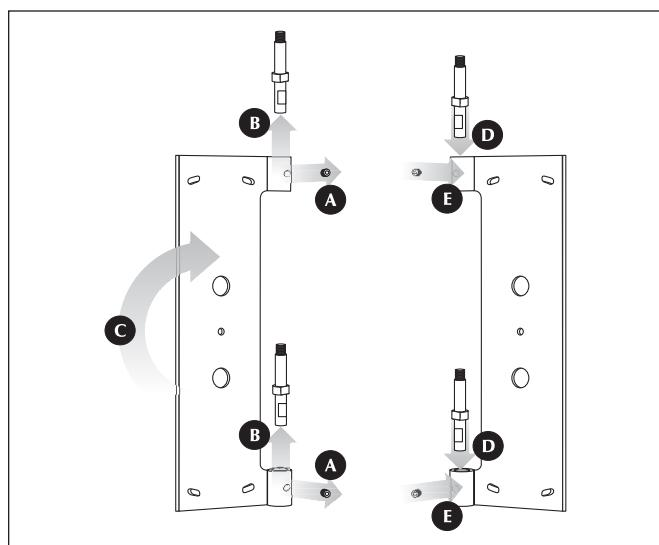

Figure 9. Changer la direction de pivotement du support mural de l'EFX
- 2 À l'aide d'une clé Allen de 2,5 mm, desserrez délicatement les deux ensembles de vis qui tiennent les tiges de charnière (voir figure 9, étape A).
- 3 Enlevez les deux tiges de charnière (voir figure 9, étape B).
- 4 Tournez le support mural de 180 degrés (voir figure 9, étape C).
- 5 Réinstaller les deux tiges de charnière (voir figure 9, étape D).
- 6 À l'aide de la clé Allen de 2,5 mm, réinstallez les deux ensembles de vis pour fixer les tiges de charnière en place. Assurez-vous que les vis sont serrées contre la surface plane de la tige (voir figure 9, étape E).